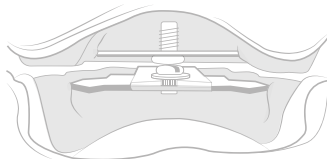

Fig. 4
**14.** Pour contrôler l'arc gothique, le plateau est de nouveau totalement coloré jusqu'à la croix et toute la procédure d'enregistrement est répétée. Si le second arc gothique tracé coïncide exactement avec la position de la croix, le plateau en plexiglas peut être placé sur la croix et fixée avec la vis et la rondelle (Fig. 4).